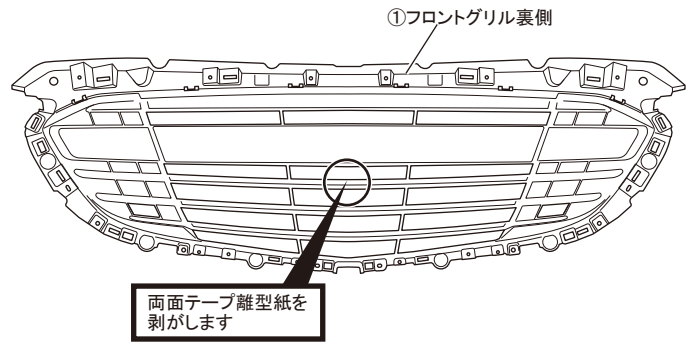

図10 カメラステー取付け
10. ⑪カメラブラケット上面を洗浄脱脂した後、図10を参照し、②トラスボルトと③フランジナットを使用して、ラジエーターグリルレインフォースメントに⑪カメラブラケットと純正カメラステーを取付けます。